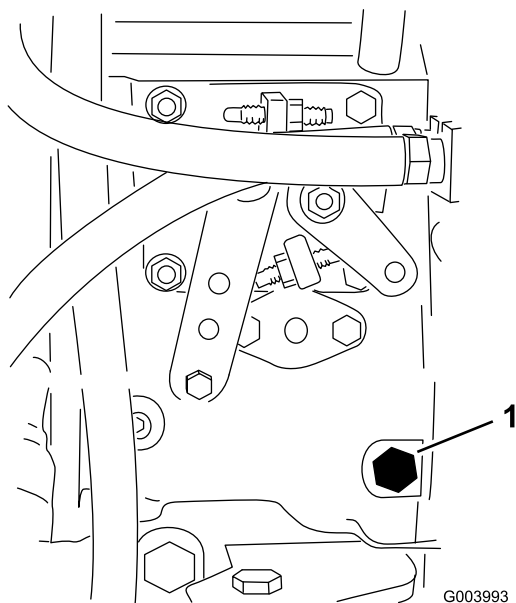

Figura 40
3. Con una chiave di 12 mm aprite la vite di spurgo dell'aria, situata sulla pompa di iniezione del carburante (Figura 40).